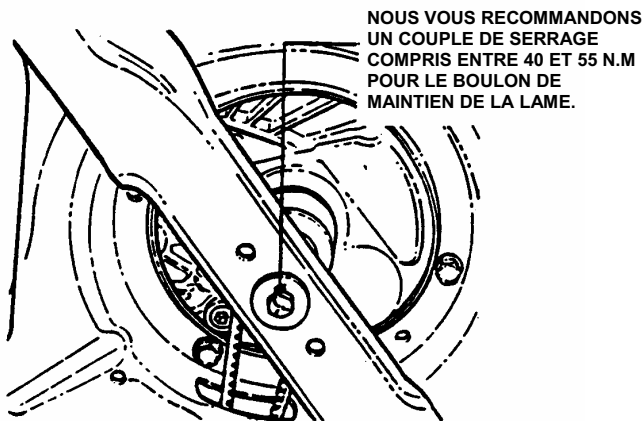

FIGURE 3.4
2. Inclinez la tondeuse sur ses roues arrière pour vous faciliter l'accès au boulon de maintien de la lame. Inclinez-la de telle sorte que le carburateur ou la bougie ne soit pas incliné vers le bas. Voir figure 3.4.
3. Vérifiez le couple de serrage du boulon de maintien. Nous vous recommandons un couple de serrage compris entre 40 et 55 N.m. Voir figure 3.4.